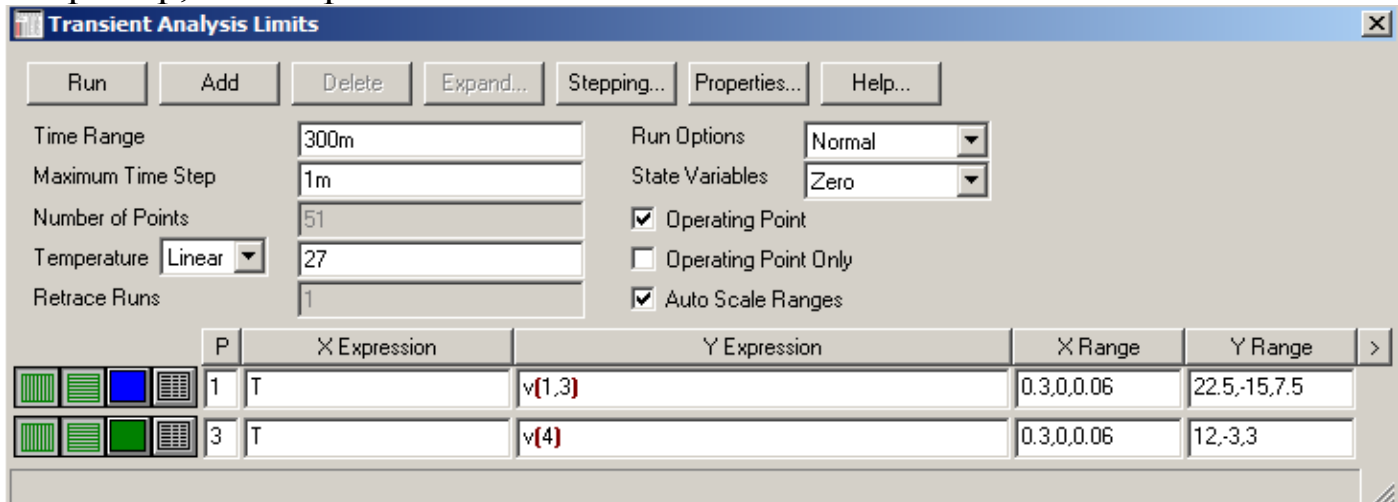

Рисунок 28. Время анализа увеличено.
16. Увеличьте время анализа для оценки величины пульсаций, например, как на рис. 28.